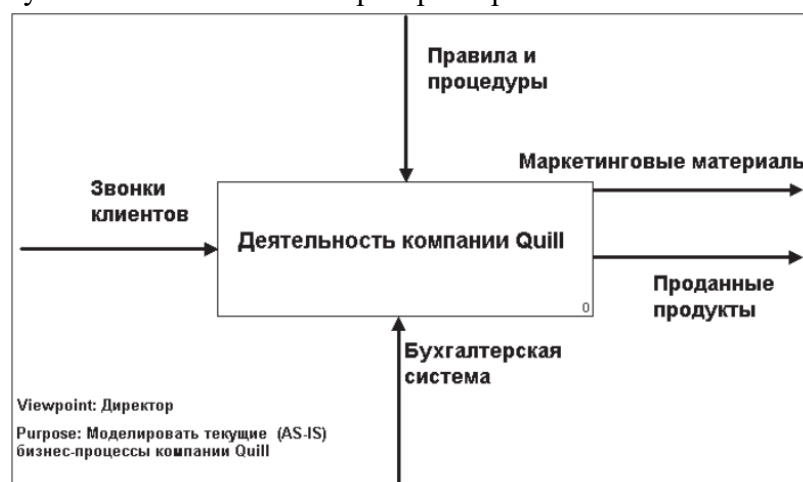

Рис.3. Результат выполнения лабораторной работы
21. Результат выполнения лабораторной работы № 1 показан на рис.3.